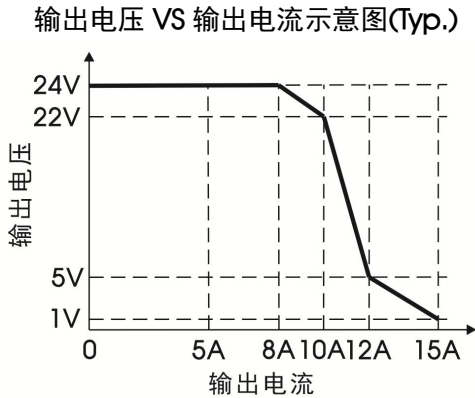

图 3
2.图 3 表示产品在额定输出电流时为 24V 输出, 随着电流增加到 100%-150% $I_o$  (TYP.)时进入过载状态, 当 > 150% $I_o$  (TYP.)时进入过流保护且随着输出电流增大输出电压下降, 当输出电流增加到一定值时, 产品将进入恒流模式;